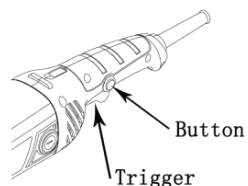

Figura 6
2) Avviare l'elettrotensile premendo il pulsante dell'interruttore di accensione/spegnimento, quindi premendo leggermente l'attivatore dell'interruttore di accensione/spegnimento (vedere figura 6)